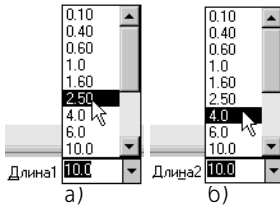

Рис. 13.8.
3. Выберите из раскрывающегося списка **Длина1** стандартное значение 2,5 (рис. 13.8, а).
4. Выберите из раскрывающегося списка **Длина2** стандартное значение 4 (рис. 13.8, б).